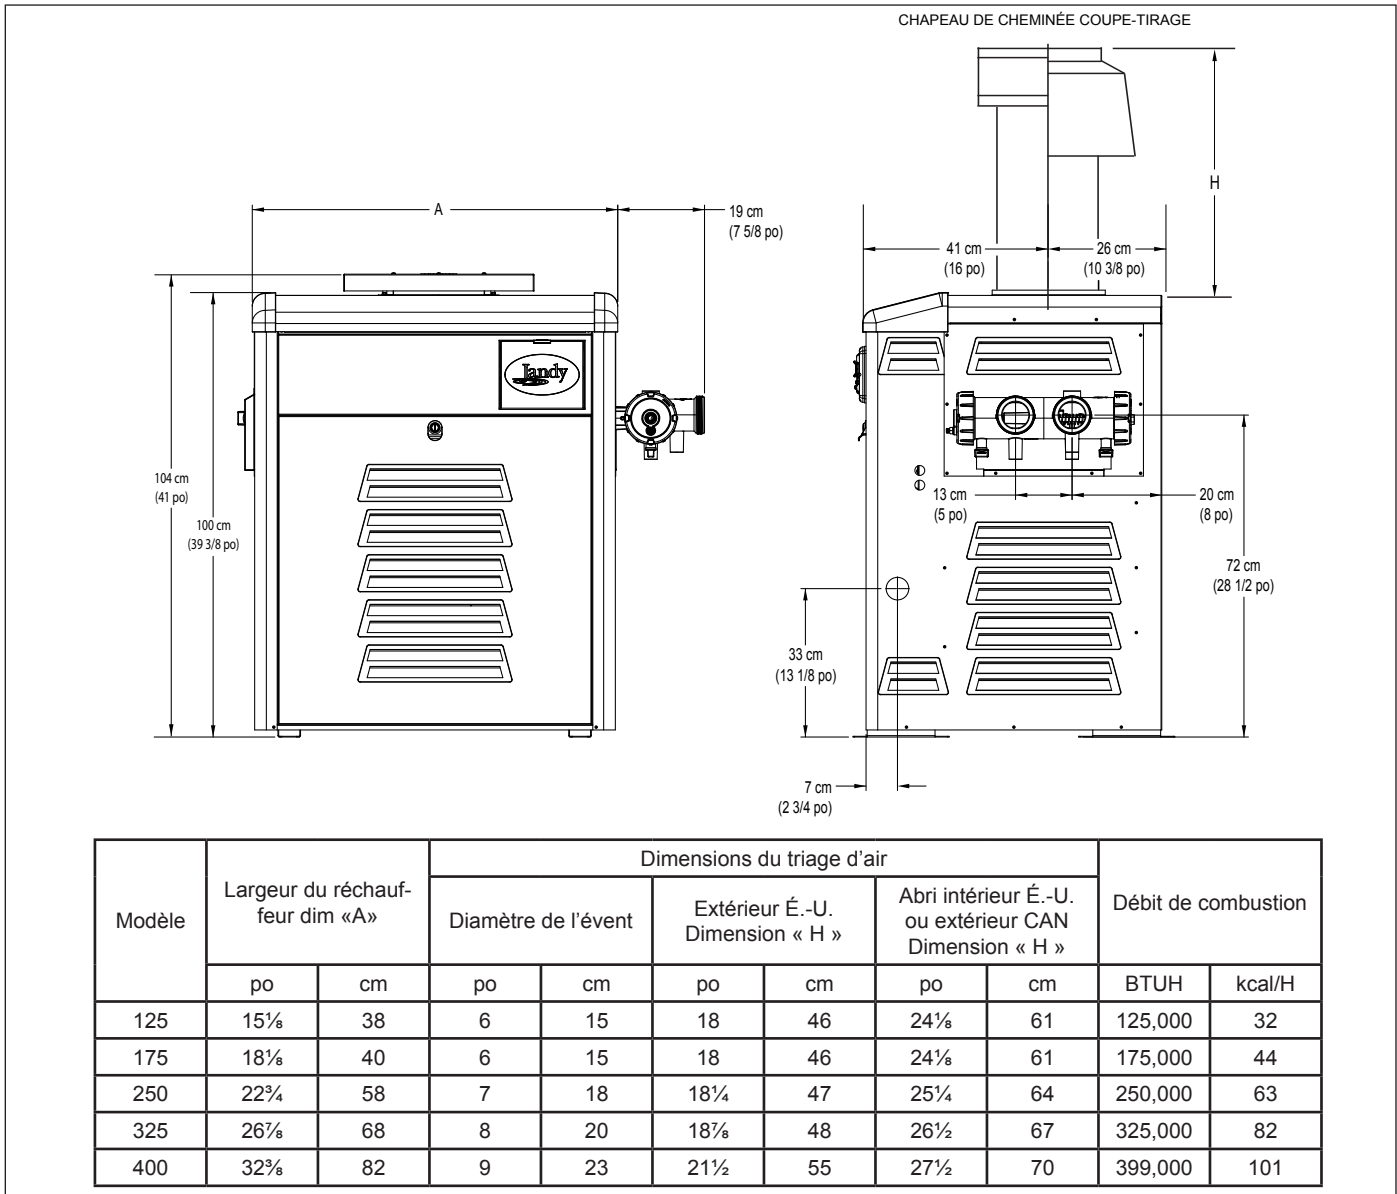

Figure 1. Configuration générale
9. Taille du raccordement de l'évacuation : Voir Figure 1 en section 1.7.2 « Dimensions ».
Voir Figure 1 pour un diagramme montrant les dimensions extérieures du réchauffeur et les dimensions des connexions critiques sur le réchauffeur.